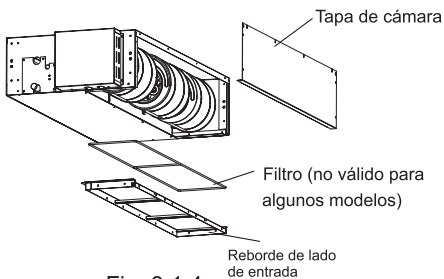

Fig. 3.1.4
(2) Vuelva a colocar la tapa de la cámara retirada con la orientación mostrada en la FIG, vuelva a colocar la brida lateral de entrada con la orientación mostrada en la Fig.
3.1.3. Consulte la Fig. 3.1.4 para ver la dirección de la brida lateral de entrada.